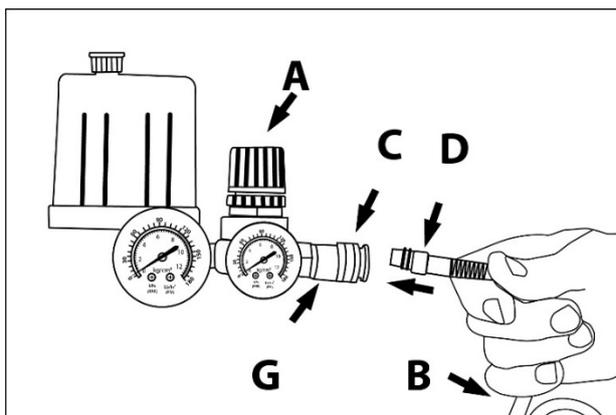

Рис. 1
7. Один конец воздушного шланга оканчивается штуцером **D**. Вставьте ее с нажимом в выходное отверстие **C** на компрессоре (рис. 1). При правильном подсоединении слышится характерный металлический щелчок.
11. По окончании работы перекройте струю сжатого воздуха, повернув ручку **A** против часовой стрелки. Некоторое время продолжайте работать краскопультом, пока не убедитесь, что остаточный воздух больше на него не поступает. После этого отключите шланг от компрессора, оттянув назад наружное кольцо **G** (рис 1). Отсоединив шланг, можно отсоединить штуцер **E**. Для этого повторите те же действия, что и при подсоединении штуцера **D** (рис.1).